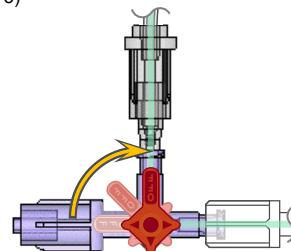

Figure 3 – Robinet DyeVert Power XT fermé
- 9) Orienter le robinet DyeVert Power XT sur OFF vers le *robinet de sélection de la valve*. (Voir Figure 3)